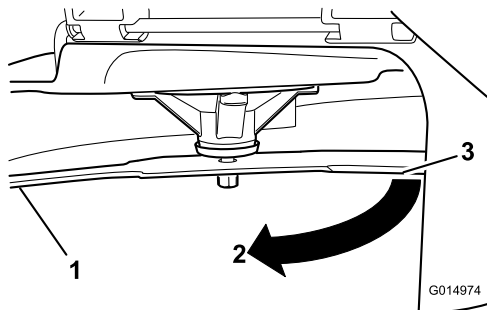

**Figura 63**
5. Mida desde la punta de la cuchilla hasta la superficie plana (**Figura 63**).